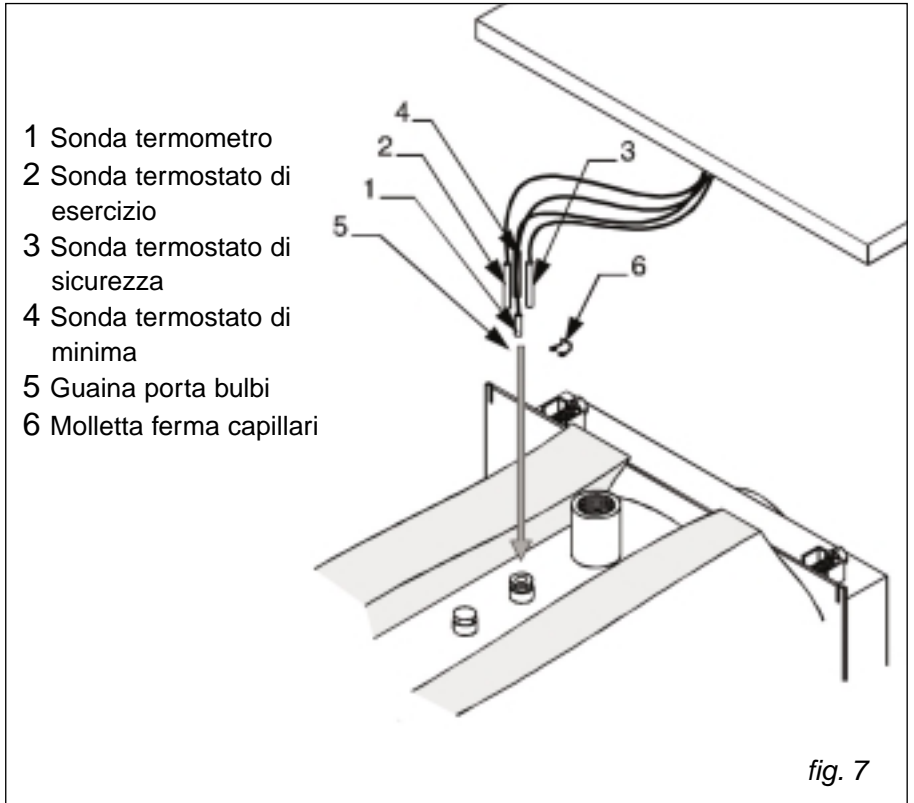

fig. 7
Rif. fig. 7 - 8
C) Sollevare in avanti il coperchio del quadro elettrico dopo aver svitato le due viti laterali con un giraviti. Fissare il pannello strumenti al pannello superiore del mantello (pos. 5), indirizzando nei fori del pannello i cavi elettrici in entrata dopo essere passati dai passa-cavi posti sui pannelli laterali (linea, termostato ambiente, cavo/i collegamento bruciatore) ed i capillari delle sonde in uscita; fissare il pannello superiore ai 2 pannelli laterali indirizzando i capillari delle sonde verso la guaina.
D) Inserire nella guaina i bulbi degli strumenti nella sequenza indicata in Fig. 7, passando attraverso la lana minerale dopo avere eseguito un taglio nella posizione desiderata. Eseguire il collegamento elettrico del pannello alla linea di alimentazione.
E) Montare il rinforzo posteriore (pos. 6)
F) Inserire nelle guaine i bulbi degli strumenti come indicato in Fig. 7 ed eseguire il collegamento elettrico del pannello comandi alla linea di alimentazione, al bruciatore ed alle eventuali pompe, etc.
Appoggiare il pannello superiore pos. 11, completo del pannello comandi ai due fianchi del mantello. G) Inserire i bulbi delle sonde termostatiche nelle rispettive sedi (come indicato in fig. 7) ed eseguire il collegamento elettrico del pannello, alla linea di alimentazione, al bruciatore ed alle eventuali pompe.